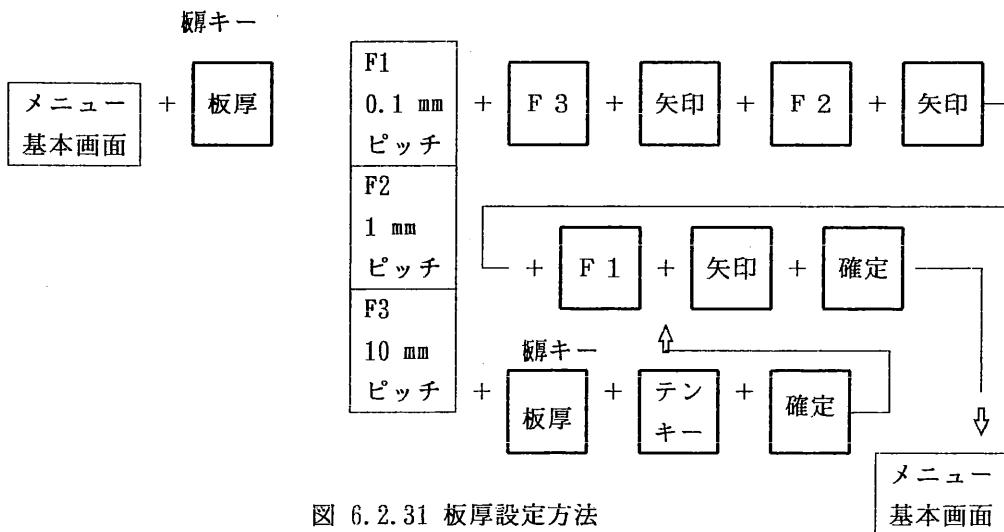

図 6.2.31 板厚設定方法
- ① 機能キー【板厚】を1回押します。メニューエリアに図6.2.31に示したように選択メニューを表示させます。
② 矢印キーで、板厚値を入力する場合は、図6.2.31のように、先ず選択キー【F3】で10mmピッチを選択し、矢印キーで所定の数値を入力し、次に選択キー【F2】で1mmピッチを選択し、矢印キーで所定の数値を入力し、最後に、選択キー【F1】で0.1mmピッチを選択し所定の数値を入力して下さい。